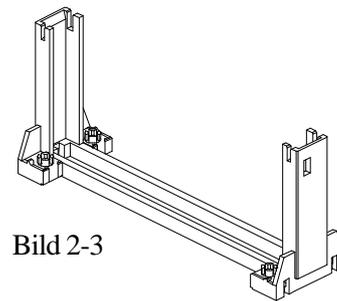

Bild 2-3
- ❑ CPU Ständer - Kunststoff-Führung mit gegen Herausfallen gesicherte Schraubmutter im Standfuß als Halterung für das Gehäuse des Pentium II Prozessors (S.E.C.) im Slot 1. Die Riegel der CPU schnappen in die Aussparungen in der Führungsschiene. (Siehe Bild 2-3)